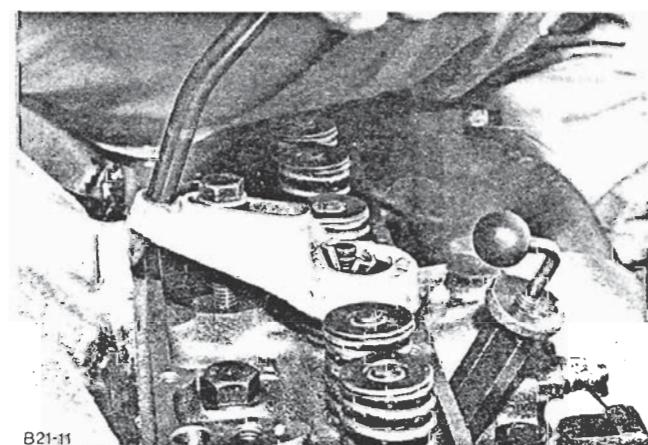

Fig. 90 - Afmonter fjederlåsene.
5. Pres ventilfjederen ned og fjern fjederlåsene, Fig. 90, og udløs derefter trykket på fjederen. Afmonter ventilfjederholderen, ventilfjederen og ventilstampepakdåsen.